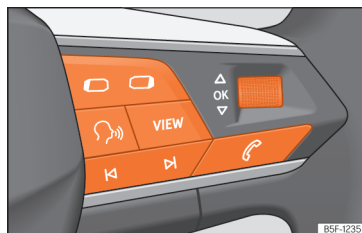

Рис. 13 Правий бік керма: органи управління комбінацією приладів (залежно від версії).
Жодне меню неможливо відкрити, доки на дисплеї є попередження пріоритету 1 >>> с. 27. Деякі повідомлення можна підтвердити й прибрати з дисплея клавішею **OK** на кермі >>> **рис. 13**.
- Якщо на дисплеї відображається повідомлення або піктограма автомобіля, натисніть клавішу **OK** >>> **рис. 13** необхідну кількість разів.